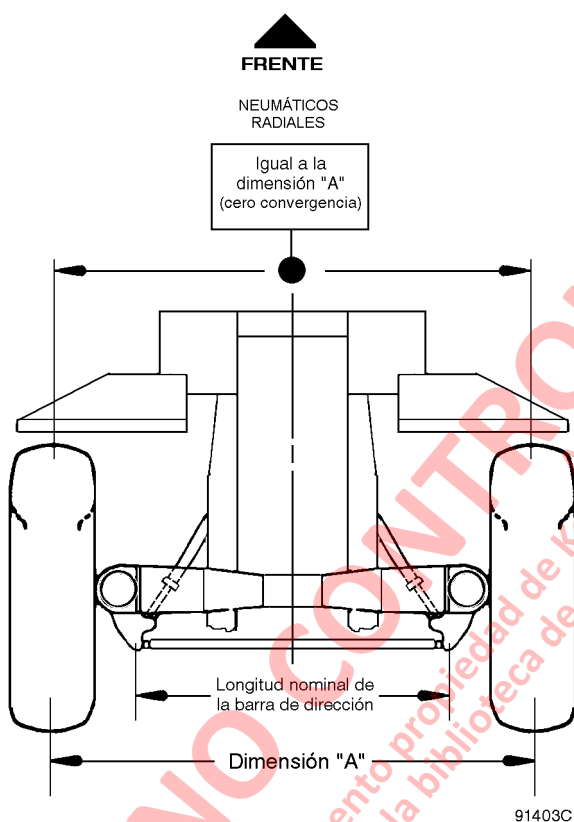

FIGURA 3-15. MEDICIÓN DE CONVERGENCIA HACIA ADENTRO
3. Revise la convergencia hacia adentro y mida la distancia entre los centros de los neumáticos delanteros. Obtenga las mediciones en la línea central horizontal (dimensión "A", Figura 3-15) por delante y por detrás de los neumáticos.